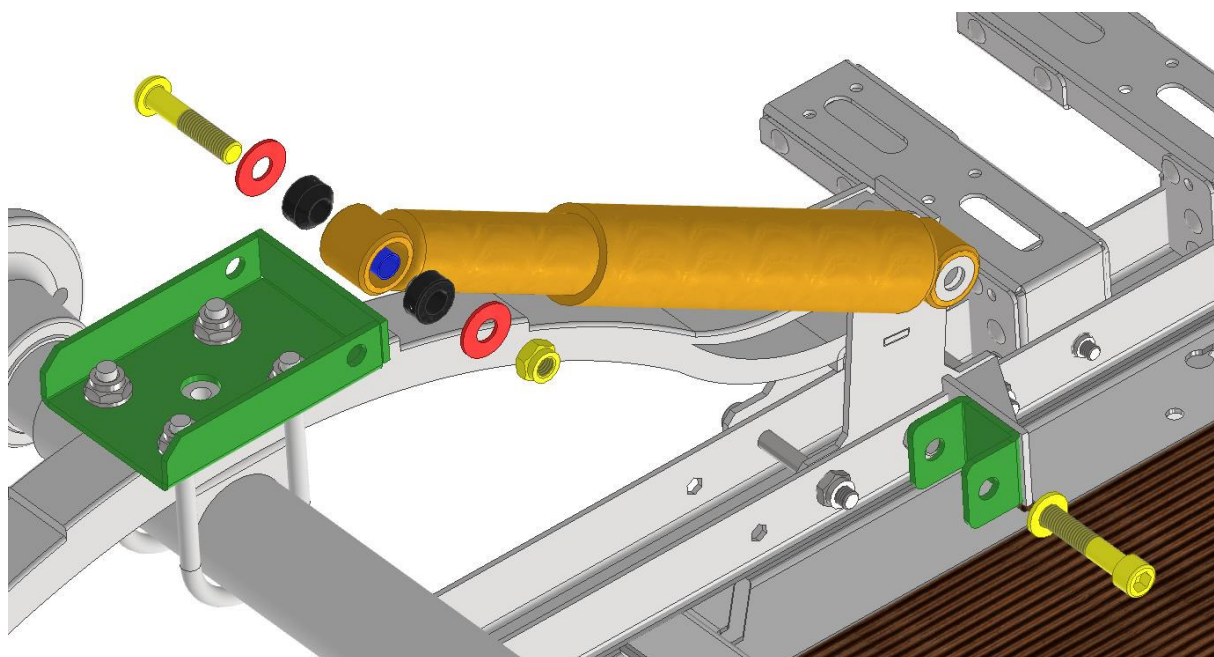

Рис.4 Установка амортизаторов
- Закрепить амортизатор винтами M12 на кронштейнах амортизатора (выделены зеленым на Рис.4). При монтаже использовать увеличенные шайбы M12 (выделены на схеме красным)